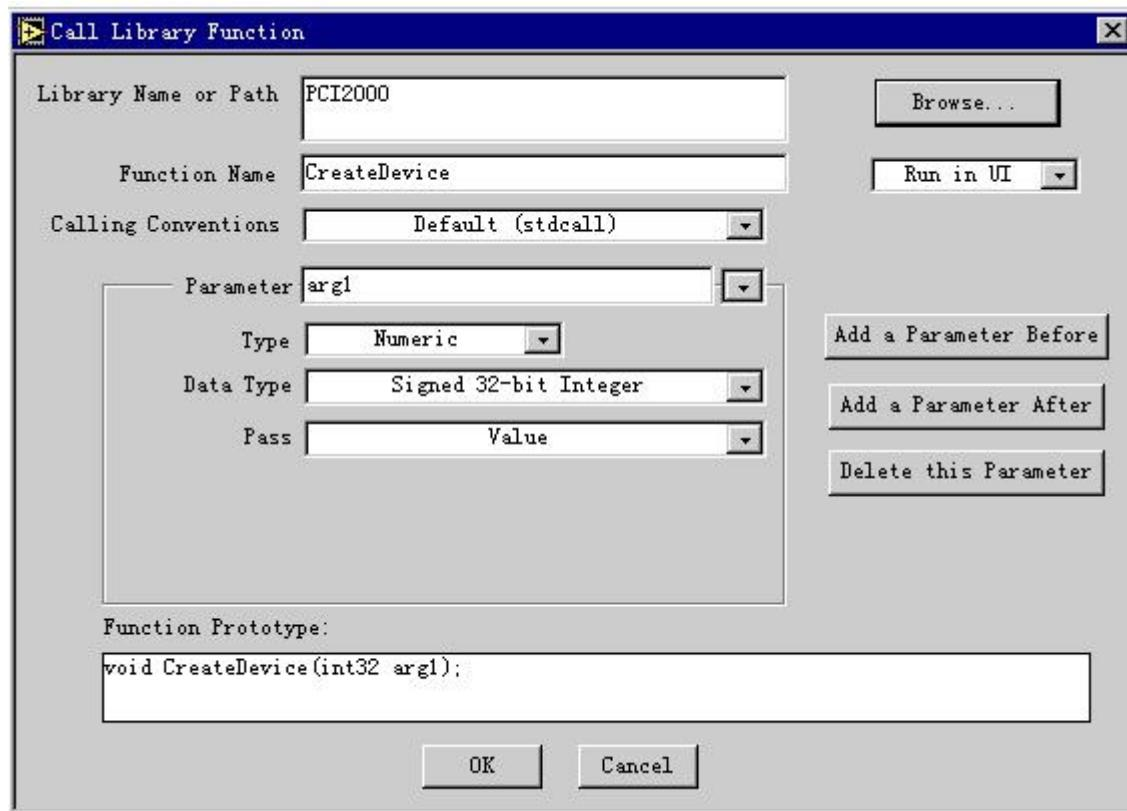

图 18 增添参数
7. 继续在返回值的后面增添函数参数, 用鼠标单击 Add a Parameter After 后, 如图 18, 然后将 Parameter 中的 arg1